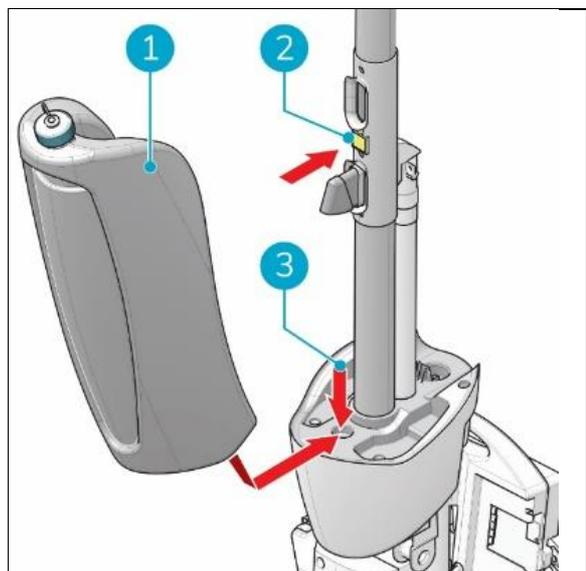

Figure 10
1. Placer le fond du réservoir de récupération (Figure 10, pos 1 et pos 3) sur l'avant de l'i-mop® XL basic.
2. Poussez le haut du réservoir en place jusqu'à ce que vous entendiez un "clic", l'aimant (Figure 10, pos 2) verrouillera le réservoir de récupération en place.